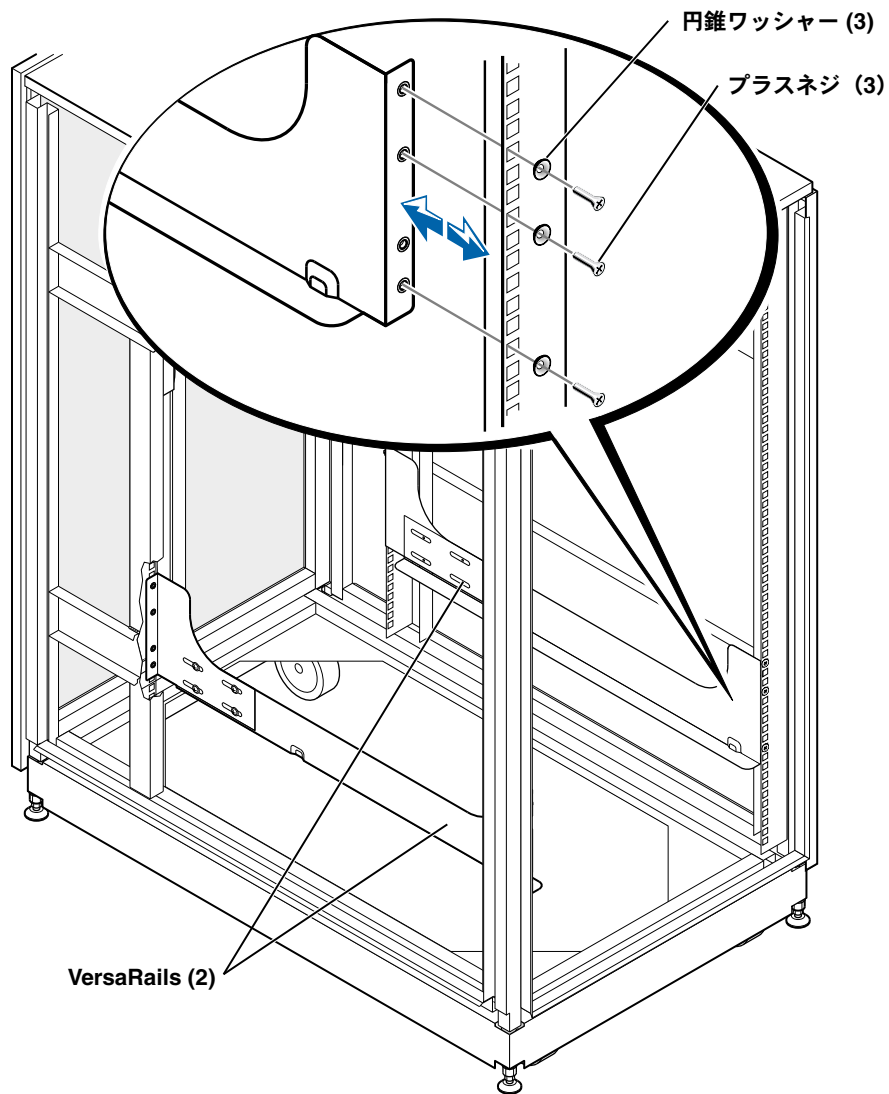

図 5-3. VersaRails の設置
4. プラスネジ 3 本と 3 個の円錐形ワッシャーを使用して、VersaRail の前部をラックに固定します (図 5-3 を参照)。